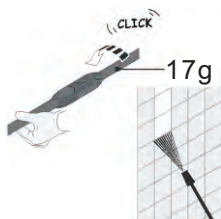

**Fig.9 , vaporisateur Fig.10 , jet turbo Fig.11 , buse à détergent**
- > Vérifiez que la buse (19) est bien accrochée en tirant dessus. Elle ne doit pas pouvoir sortir.
- > Tournez la buse (19) pour la mettre sur le réglage souhaité. La flèche au bout de la rallonge doit être en face du symbole correspondant sur la buse (fig. 9 – 11).